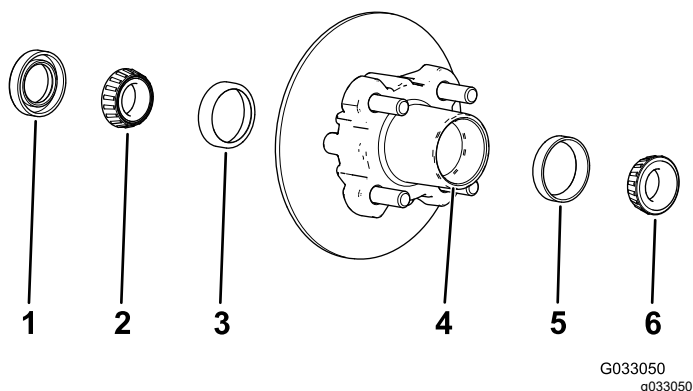

Figura 36
1. Retire el cojinete exterior y el anillo de rodadura del cubo (Figura 36).
2. Retire la junta y el cojinete interior del cubo (Figura 36).
5. Limpie el hueco del cubo para eliminar cualquier resto de grasa, suciedad y residuos (Figura 36).
7. Llene el hueco del cubo hasta un 50-80% de su capacidad con grasa del tipo especificado (Figura 36).
8. Monte el cojinete interior sobre el anillo en el lado interior del cubo e instale la junta (Figura 36).